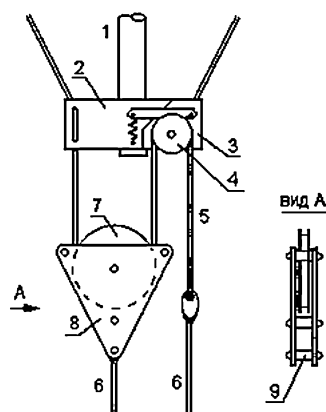

Рис.24
На рис.24 показан один из вариантов изготовления узла, позволяющего дистанционно изменять длину настроечного шлейфа каждой из рамок. Этот узел состоит из стеклотекстолитовой пластины (2), которая крепится к нижней трубе (1).